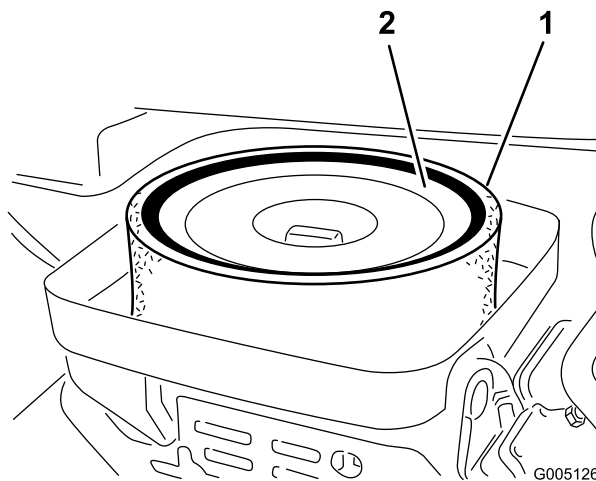

Figura 43
3. Se o elemento de esponja se encontrar sujo, deverá retirá-lo do elemento de papel (Figura 43). Limpe cuidadosamente da seguinte forma: